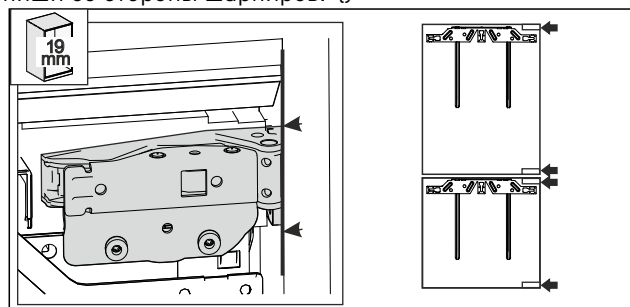

Fig. 56
- При толщине боковой стенки мебели 19 мм передняя кромка петель выровнена заподлицо с лицевой стороной боковой стенкой мебели. Fig. 56 ()